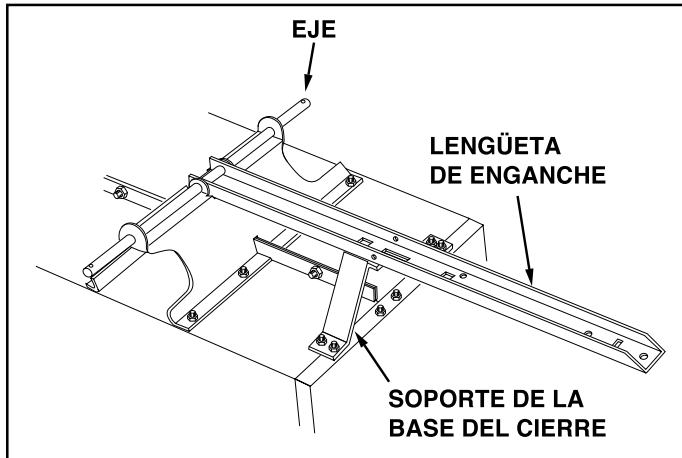

FIGURA 9
- Para evitar la caída accidental durante los siguientes pasos de montaje, baje el carrito y deje que descance sobre sus bordes superiores, de modo que el soporte de las ruedas quede mirando hacia arriba. Vea la figura 9.
- Coloque la lengüeta de enganche (con la cara abierta hacia arriba) sobre el soporte de las ruedas y el soporte de la base del cierre. Pase el eje a través del soporte de las ruedas y de la lengüeta. Vea la figura 9.